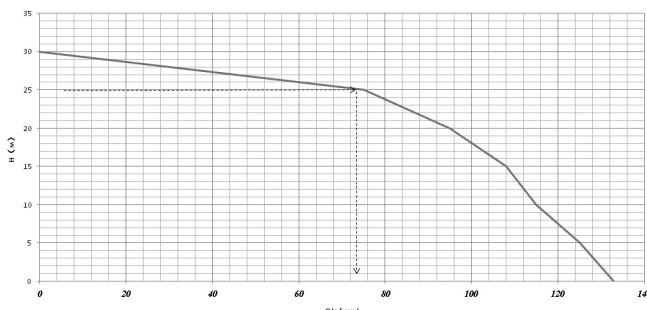

Рис. 18 График зависимости производительности Q мотопомпы от высоты подъема (H)
- График зависимости производительности мотопомпы от высоты подъема  $H_s$  (Рис. 18).
4. На графике зависимости высоты подъема от производительности мотопомпы (Рис.18) находим величину расхода, она составляет примерно 83 л/мин или 5 м3/час.